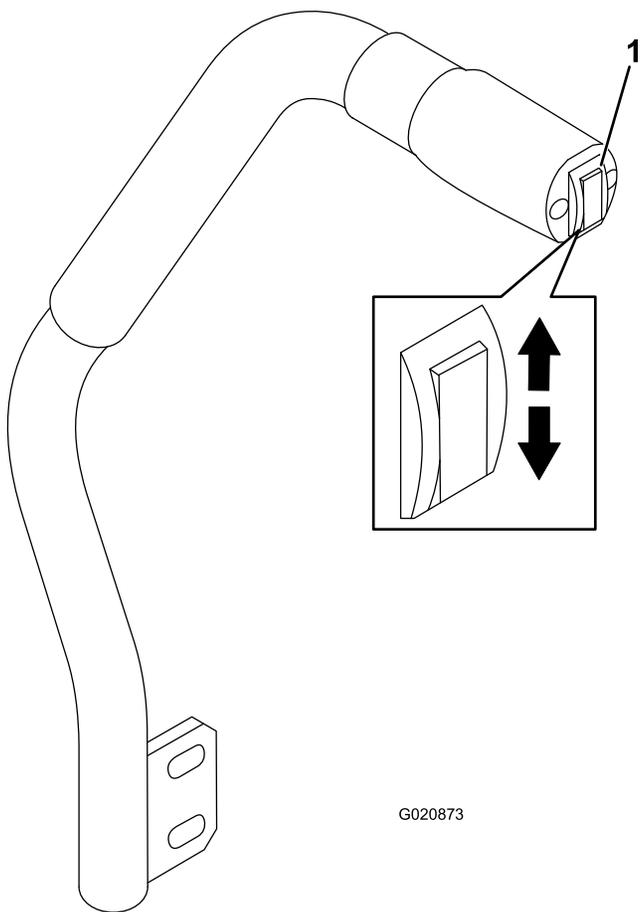

Figure 24
Cette commande permet de lever et d'abaisser l'unité de coupe (Figure 24). Ce levier est uniquement disponible lorsque le moteur est en marche.
- Pour abaisser l'unité de coupe, appuyez sur le bas de la commande (Figure 24).
- Pour lever le tablier de coupe, appuyez sur le haut de la commande (Figure 24).